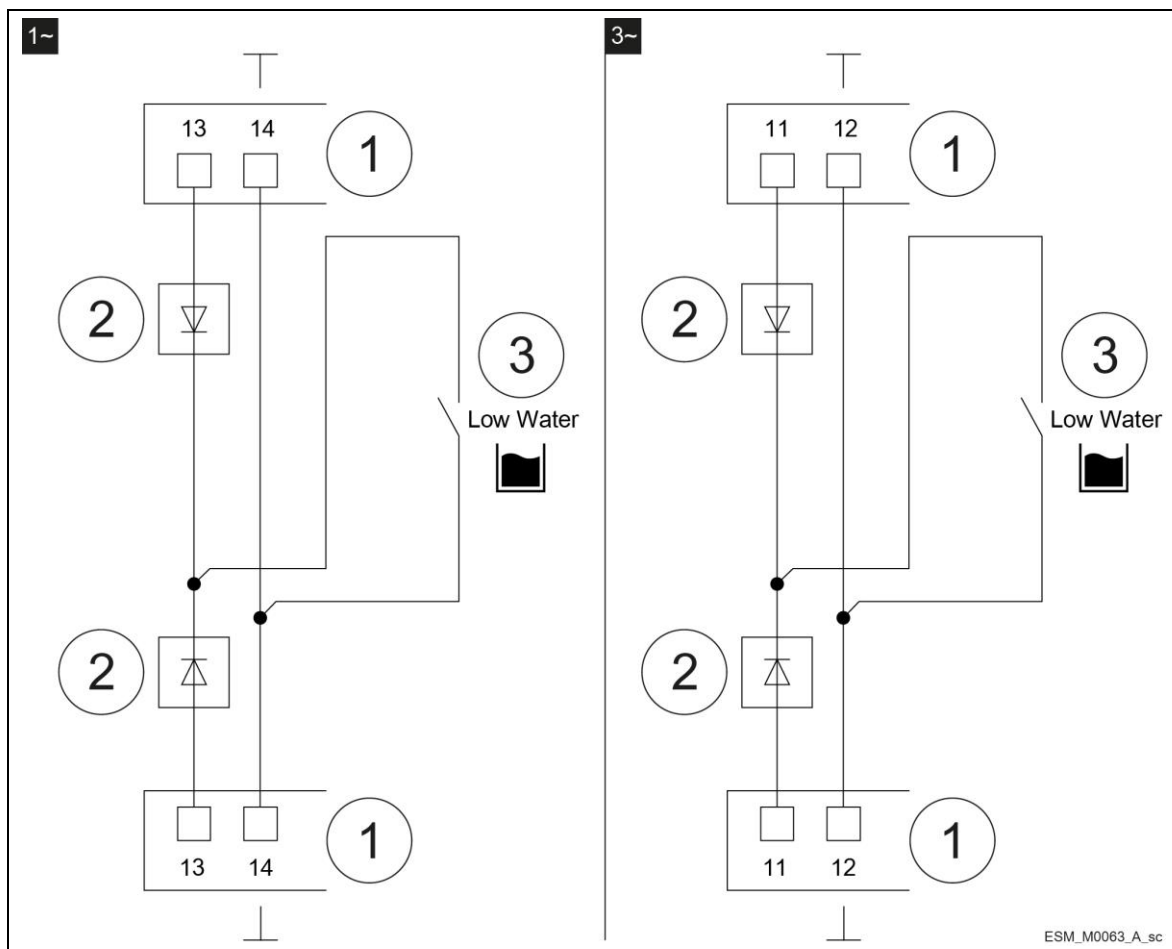

Figure 12 : Diode
- Lorsque le mode double est activé, si un seul contact externe d'absence d'eau est utilisé pour les deux unités (bornes 13-14 pour la version monophasée, bornes 11-12 pour la version triphasée), deux diodes doivent être insérées, en veillant à respecter la polarité entre les contacts des 2 unités. Voir la figure 12.